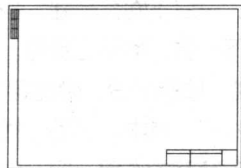
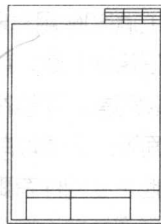

图 1-6 横式图幅示例
图 1-7 立式图幅示例
(1) A1 图纸是 A0 图纸的一半大小, A2 图纸是 A1 图纸的一半大小, A3 图纸是 A2 图纸的一半大小,其余的图纸按照这个规律推理即得。
(2) A0、A1、A2、A3 图纸一般要用横式图纸 (参见图 1-6)。其余采用立式图纸 (参见图 1-7)。